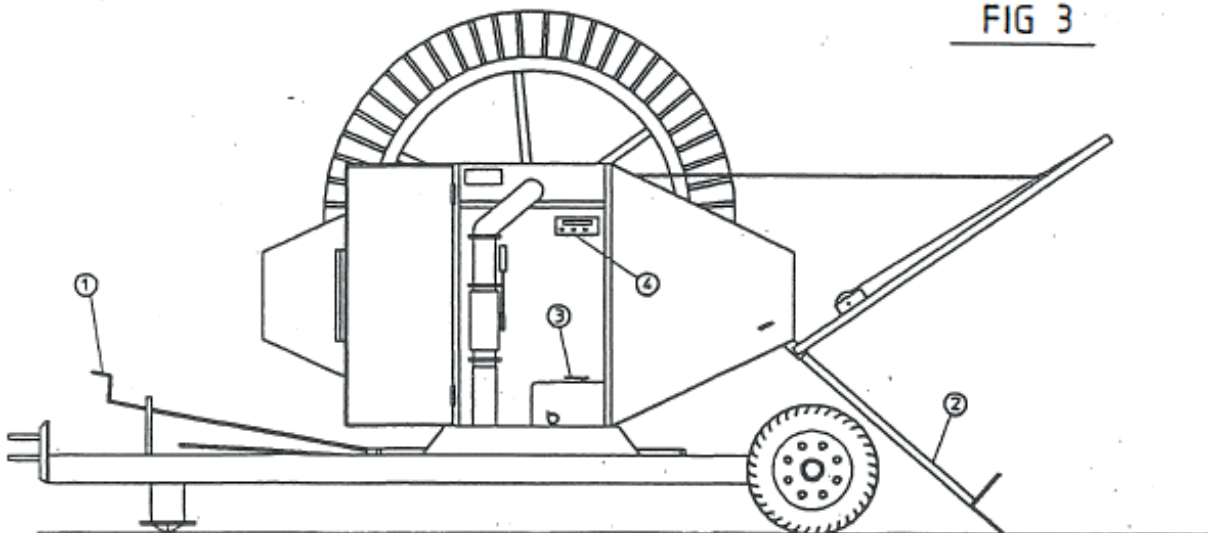

FIG 3
4. Støttebenene sænkes og stemmes i jorden (fig 3, pos 2). Ved type 3-4-5 TT2 stemmes med håndtag, som forefindes i lågen.
7. Koblingshåndtaget sættes i "FRI" (fig 3, pos 3)